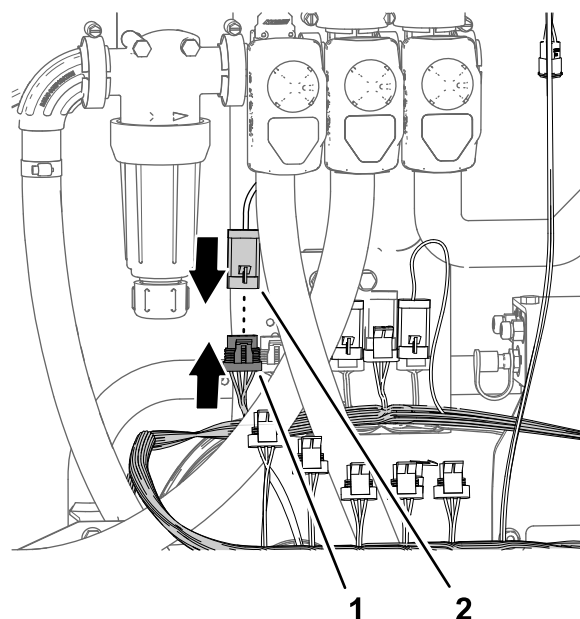

Рисунок 89
4. Подсоедините 4-штыревой разъем привода клапана интенсивности опрыскивания к 4-гнездовому разъему ответвления жгута проводов длиной 89 см из комплекта с маркировкой RATE VALVE (КЛАПАН ИНТЕНСИВНОСТИ ОПРЫСКИВАНИЯ) (Рисунок 89).